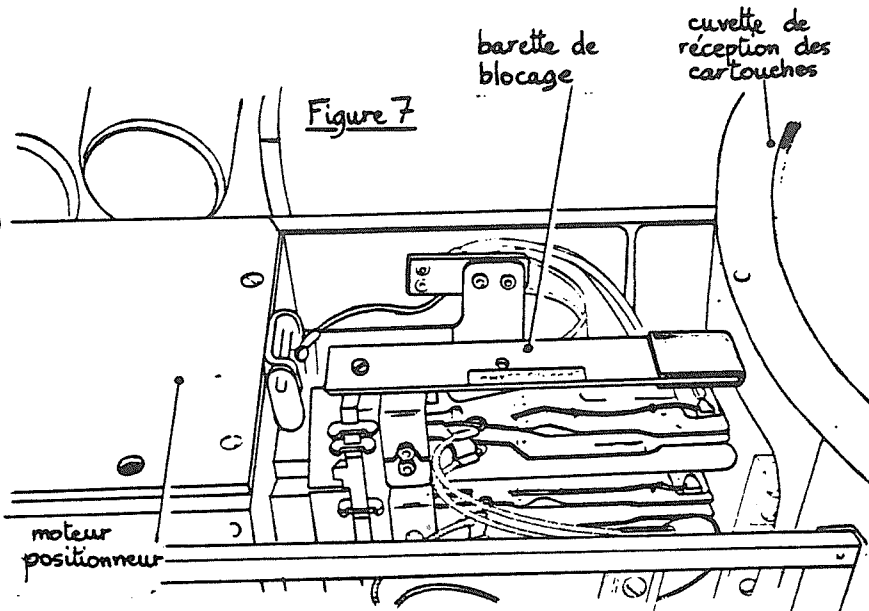

Figure 7
- Démonter la barette de blocage des têtes (Shipping Clamp) maintenue par une vis (Fig. 7) et la fixer à l'arrière du moteur positionneur (fig 15)
**Très important** cette barette devra être mise en place comme indiqué figure 7 avant tout déplacement de l'unité (déménagement, retour usine) sous peine de détériorer têtes de lecture et disque fixe.